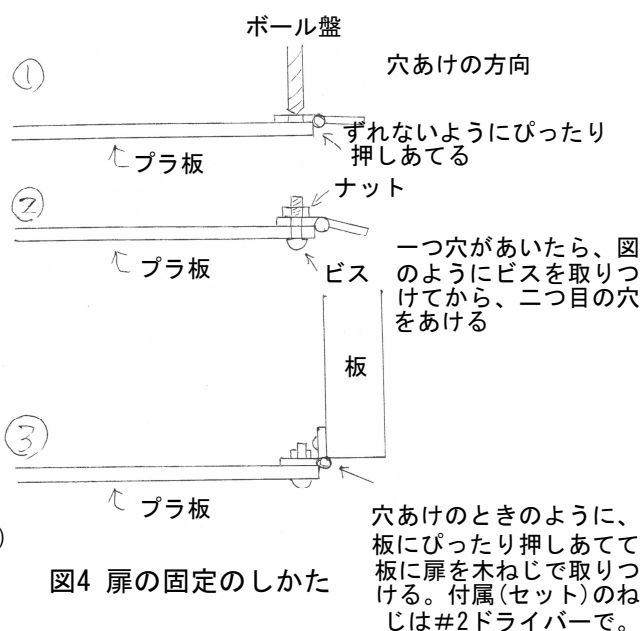

図4 扉の固定のしかた
③ P カッターで切断した辺とは反対側に蝶番をつける。その後、本体に取りつける。実は、この取り付け作業がなかなかなのである。つまり、蝶番の位置決め、固定するための複数の穴あけとそのズレを防止する方法、ねじの取り付け方向、蝶番の表裏の確認と本体への固定、そのズレの防ぎ方などについての質疑 (両面テープの使用など) がいろいろなされた。要は細かな観察力と両手の動きのバランスが大事なのであり、図4のような補助資料もあったが、